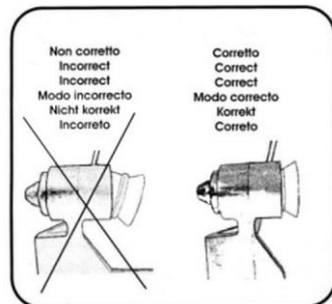

Fig. 15
16. Spingere la guarnizione del tappo di aspirazione in profondità nella testa a spirale. Assicurarsi che la guarnizione del tappo sia ben posizionata, come illustrato nella fig. 15.